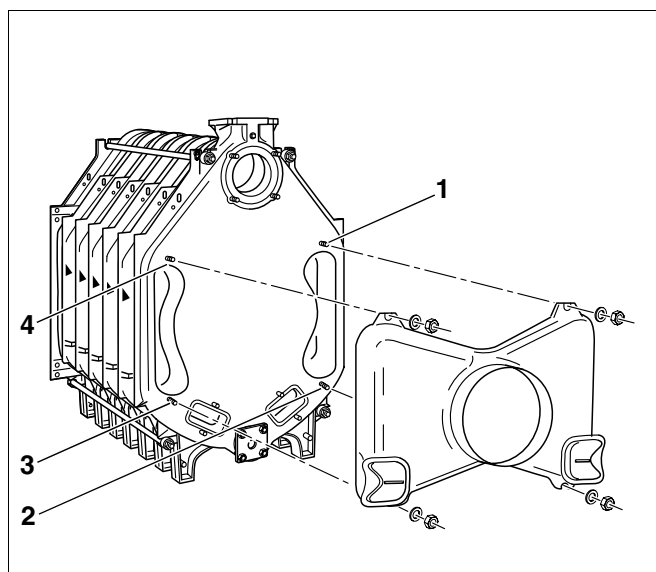

Fig. 29 Montering av røykgassamler
- Sett røykgassamleren på de fire panneskruene på bakelementet (Fig. 29, **Pos. 1** til **4**) og skru den fast ved hjelp av underlagsskiver og mutre.